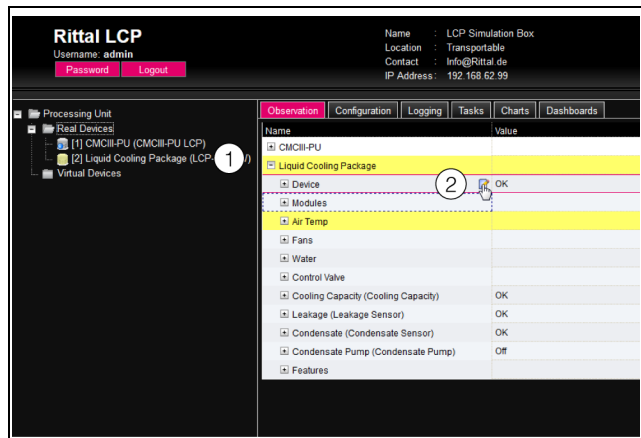

Fig. 114 : sélection de plusieurs paramètres
- Ouvrez uniquement l'élément « Liquid Cooling Package » en cliquant sur le signe « Plus » devant l'élément (fig. 114, pos. 1).
- Placez le curseur de la souris à la fin de la première colonne sur la ligne « Device » (fig. 114, pos. 2). Un symbole « Edit » apparaît et le curseur de la souris se transforme en symbole « main ».